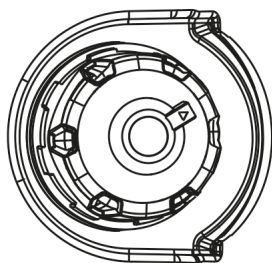

рис. 5
4. Переключите воздушный клапан в верхней части топливной крышки в положение «Вкл./ON» (рис. 5).